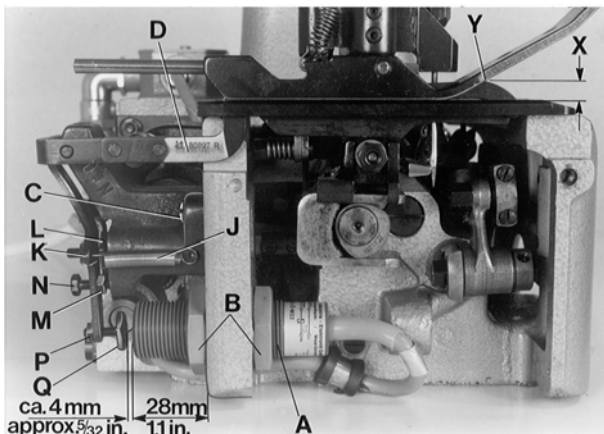
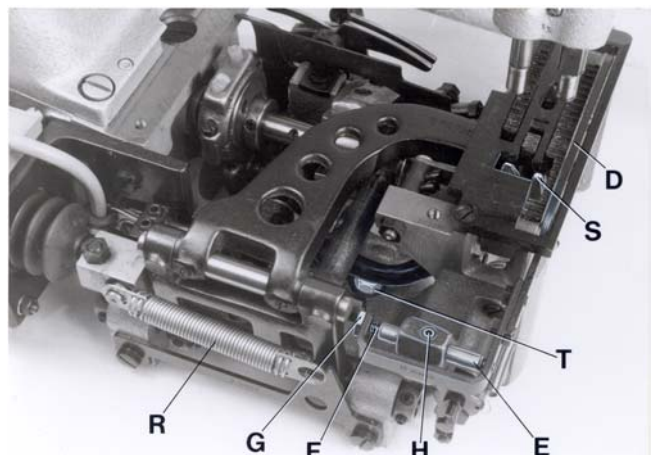

Fig. 14
Fig. 15
Remove cloth plate and left end cover. Mount the electronic proximity switch (A, Fig. 14) to the dimension of 28 mm (1.1"), as shown in Fig. 14.
The feeler (D, Figs. 14 and 15) is adjusted initially with the two fastening screws (C, Fig. 14) for the feeler support bracket. The feeler (D, Figs. 14 and 15) should not have any lateral play but should turn readily. For this, adjust the centering shaft (E, Fig. 15) with centering screw (F) and lock nut (G) accordingly. Loosen screw (H, Fig. 15) and center the feeler (D) in the throat plate and presser foot slot, by moving the centering shaft (E) laterally. The feeler must turn readily. Retighten screw (H).
Hang in tension spring (J, Fig. 14).
The feeler should be set as high as possible. The dimension (X, Fig. 14) between upper throat plate surface and upper edge of feeler at the bag entrance zone, should not be less than 7 mm (.270") on styles 80800R, RL, S and SL, and not less than 7 mm (.290") on styles 80800TL, TAL, U, UA, UL and UAL.
For adjustment loosen nut (K, Fig. 14) and turn-off screw (L), so that the head of screw does not contact the magnet in the feeler support bracket. Loosen nut (M) and turn the feeler stop screw (N) in or out, as required, to adjust the correct feeler height.
NOTE: When the presser foot rests on the throat plate (feed dog below throat plate), the distance between upper edge of feeler and lower edge of the feeler slot cut-out in the presser foot (see Y, Fig. 14) should be approx. 1 mm (.040") on styles 80800R, RL, S and SL, and approx. 2 mm (.080") on styles 80800TL, TAL, U, UA, UL and UAL.
Secure the set feeler height with lock nut (M, Fig. 14).
Remueva la tapa principal y la tapa final izquierda. Coloque el interruptor de aproximación (A, Fig. 14) en una distancia de 28 mm (1.1") como se demuestra en la Fig. 14.
El palpador (D, Figs. 14 y 15) esta fijado inicialmente con dos tornillos (C, Fig. 14) a su soporte. El palpador (D, Figs. 14 y 15) no puede tener juego lateral, pero debe girar libremente. Para esto ajuste adecuadamente el eje central (E, Fig. 15) con el tornillo para centrar (F) y la contra-tuerca (G).
Suelte el tornillo (H, Fig. 15) y centre el palpador (D) en las ranuras de la placa de aguja y del pie moviendo el eje central (E) lateralmente. El palpador debe girar libremente. Apriete el tornillo (H) otra vez. Coloque el resorte (J Fig. 14).
El palpador tiene que ser colocado tan alto como sea posible. La distancia (X, Fig. 14) entre la superficie superior de la placa de la aguja y el borde superior del palpador en la parte donde entra el saco no debería ser menor a una distancia de 7 mm (.270") para maquinas 80800R, RL, S y SL y no menor a 7,5 mm (.290") para maquinas 80800 TL, TAL, U, UA, UL y UAL.
Para este ajuste suelte la tuerca (K, Fig. 14) y gire el tornillo (L) tanto hacia atrás hasta que la cabeza del tornillo no pueda tocar más el imán en el perno fijador del imán. Suelte la tuerca (M) y gire el tornillo tope del palpador (N) adecuadamente hasta que logre la altura correcta del palpador.
NOTA: Cuando el pie prensa-tela reposa en la placa de la aguja (con el transportador debajo de la placa de la aguja), debería haber una distancia de aprox. 1 mm (.040") para maquinas 80800R, RL, S y SL y aprox. 2 mm (.080") para maquinas 80800TL, TAL, U, UA, UL y UAL entre el borde superior del palpador y el borde inferior del sacado para el palpador en el pie prensa-tela (vea Y Fig. 14).
Asegure la altura del palpador con la contra-tuerca (M, Fig. 14).
The switching pressure on the feeler is set with screw (K, Fig. 14).
NOTE: The closer the head of screw (K, Fig. 14) to the magnet the higher the switching pressure on the feeler. Secure the position of screw (K) with lock nut (L).
The electrical switching point of the proximity switch (A, Fig. 14) is determined by screw (Q, Fig. 14). The distance between screw head and the face of the proximity switch is approx. 4 mm (5/32") (see Fig. 14), when the feeler is in home position. This distance of 4 mm (5/32") is not exactly the same for all switches. Connect the machine electrically. With feeler in home position set the proper switching point as follows:
Loosen nut (P, Fig. 14). Turn screw (Q) away from switch, until the switch switches on. Then turn screw (Q) slowly towards the switch, until the switch switches off. Now turn screw (Q) a further 1/2 turn towards the switch. Secure this position of screw (Q) with lock nut (P).
When the solenoid on styles 80800R and S or the air cylinder on styles 80800RL and SL for the chain cutter (S, Fig. 15) is not activated and the chain cutter is in its home position below the throat plate, the knife tips of the chain cutter (S) should be positioned 0.5 mm (.020") below the throat plate top surface.
To obtain this setting, adjust the knife lever stop screw with lock nut (T, Fig. 15) in the bottom of the bed casting accordingly. The slotted thread end of screw (T) is accessible from the bottom of the bed casting for adjustment.
In cutting position, above the throat plate, the cutting edges of the chain cutter (S, Fig. 15) should overlap by 0.3 mm (.012") to assure a proper thread chain cutting.
On styles 80800R and S with solenoid operated chain cutter the core of solenoid (C, Fig. 16) must rest firmly on the solenoid (D) while adjusting the overlapping of the knife cutting edges of the chain cutter. Unhook pull-back spring (R, Fig. 15) and press the solenoid rod against the solenoid until the core of solenoid (C, Fig. 16) butts on the solenoid (D). Loosen nut (A, Fig. 16) and move clamp (B) on the solenoid rod to the left or right, until the cutting edges overlap approx. 0.3 mm (.012"). Retighten nut (A) and replace pull-back spring (R, Fig. 15).
La presión del interruptor en el palpador se ajusta con el tornillo (K, Fig. 14).
NOTA: Cuánto más cerca se encuentre la cabeza del tornillo (K, Fig. 14) al imán, tanto mayor es la presión del interruptor en el palpador. Asegure la posición del tornillo (K) con la contra-tuerca (L).
El punto de activación del interruptor de aproximación (A Fig. 14) está determinado con el tornillo (Q, Fig. 14). La distancia entre la cabeza del tornillo y el frente del interruptor es de aprox. 4 mm (5/32") (vea Fig. 14) cuando el palpador está en su posición básica. Esta distancia no es exactamente igual para todos los interruptores. Conecte la máquina eléctricamente. El punto exacto de la activación se ajusta de la siguiente manera: Suelte la tuerca (P, Fig. 14). Gire el tornillo (Q) alejándolo del interruptor hasta que el interruptor se active. Después gire el tornillo (Q) hacia el interruptor hasta que el interruptor se apague. Después gire el tornillo (Q) 1/2 vuelta más en sentido hacia el interruptor. Asegure esta posición del tornillo (Q) con la contra-tuerca (P).
Cuando el solenoide en las maquinas 80800R y S y en las maquinas 80800RL y SL el cilindro neumático de la tijera (S, Fig. 15) para la cadeneta no esté activado y la tijera esté en su posición básica debajo de la placa de la aguja, los bordes superiores de las cuchillas de la tijera deberían encontrarse aprox. 0,5 mm (.020") debajo de la placa de la aguja.
Ajuste para esto el tornillo tope para la tijera con la contra tuerca (T, Fig. 15) en el fondo de la cama de la maquina. En posición de corte encima de la placa de aguja, las cuchillas de la tijera (S, Fig. 15) deberían solaparse aprox. 0,3 mm (.012") para asegurar un corte limpio de la cadeneta.
En las maquinas 80800R y S con la tijera activada por solenoide, el núcleo del solenoide (C, Fig. 16) tiene reposar firmemente contra el solenoide mientras se ajusta el solapado de la hojas de la tijera. Suelte el resorte (R, Fig. 15) y presione el perno del solenoide contra el solenoide hasta que el núcleo del solenoide (C, Fig. 16) este plano con el solenoide (D). Suelte la tuerca (A, Fig. 16) y mueva la abrazadera (B) en el perno del solenoide hacia la izquierda o derecha, hasta que las hojas de la tijera se solapan aprox. 0.3 mm (.012"). Apriete la tuerca (A) otra vez y coloque el resorte (R, Fig. 15).
On styles 80800U and UA with solenoid operated taper cutter, the core of solenoid (C, Fig. 16) must rest firmly on the solenoid (D, Fig. 16) while adjusting the overlapping of the knife cutting edges of the tape cutter. Unhook pull-back spring (R, Fig. 15) and press the solenoid rod against the solenoid until the core of solenoid (C, Fig. 16) butts on the solenoid. Loosen nut (A, Fig. 16) and move clamp (B, Fig. 16) on the solenoid rod to the left or right until the cutting edges overlap approx. 0.3 mm (0.012 in.). Retighten nut (A) and replace pull-back spring (R, Fig. 15).
En las máquinas 80800U y UA con cortador de cinta activado por solenoide, el núcleo del solenoide (C, Fig. 16) tiene que reposar firmemente contra el solenoide (D, Fig. 16) mientras se ajusta el solapado de las hojas cortantes del cortador. Suelte el resorte (R, Fig. 15) y presione el perno del solenoide contra el solenoide hasta que el núcleo del solenoide (C, Fig. 16) reposa contra el solenoide. Suelte la tuerca (A, Fig. 16) y mueva la abrazadera (B, Fig. 16) en el perno del solenoide hacia la izquierda o la derecha hasta que los bordes cortantes del cortador se solapan aprox. 0.3 mm (0.012"). Apriete la tuerca (A) y coloque el resorte (R, Fig. 15) otra vez.